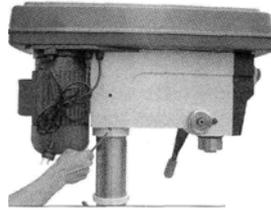

Figure 7
- Mettez soigneusement l'ensemble tête sur la colonne et faites-la coulisser sur la colonne en position. Alignez le cadre de la tête sur la table et le socle. Fixez les vis de serrage du côté droit de la tête pour bloquer la tête en position, puis serrez avec une clé hexagonale.(Fig. 7)